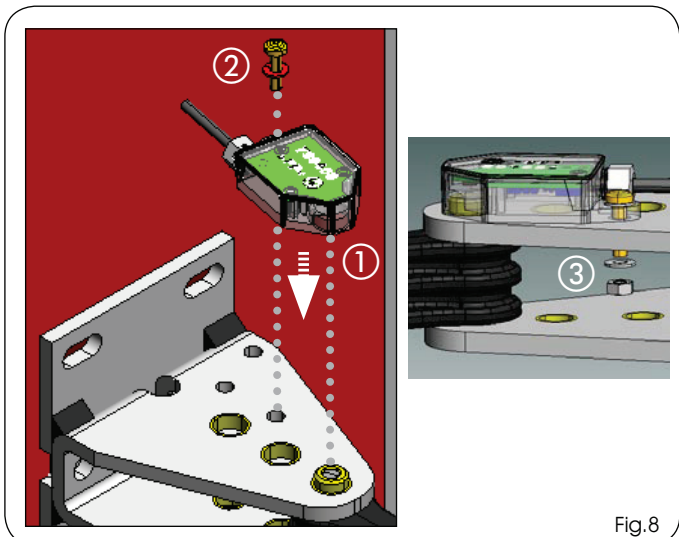

Fig.8
3. Monter l'encoder sur la bride arrière, en veillant à ce qu'il soit correctement inséré sur le tourillon et le fixer avec la vis et l'écrou fournis. (Fig. 8 réf. ① ② ③).